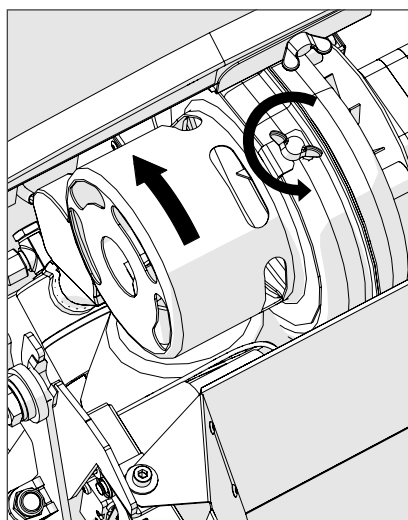

Fig. 10
4. Desserrer la vis du couvercle de l'extracteur (fig. 10).